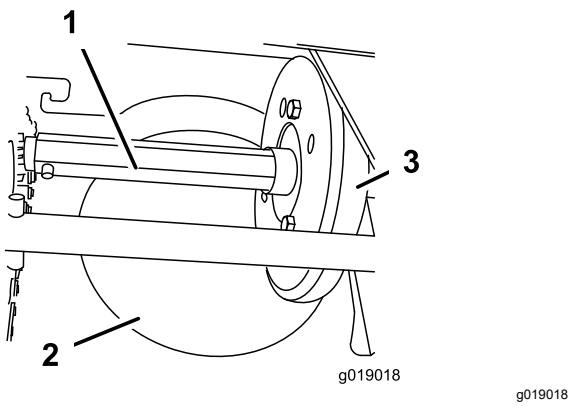

Figure 36
Graissez légèrement l'arbre hexagonal une fois par an avec de l'huile moteur de type automobile (Figure 36).
**Important:** Veillez à ne pas faire couler d'huile sur la roue en caoutchouc ou la poulie à friction en acier, car cela fera patiner la transmission (Figure 36).